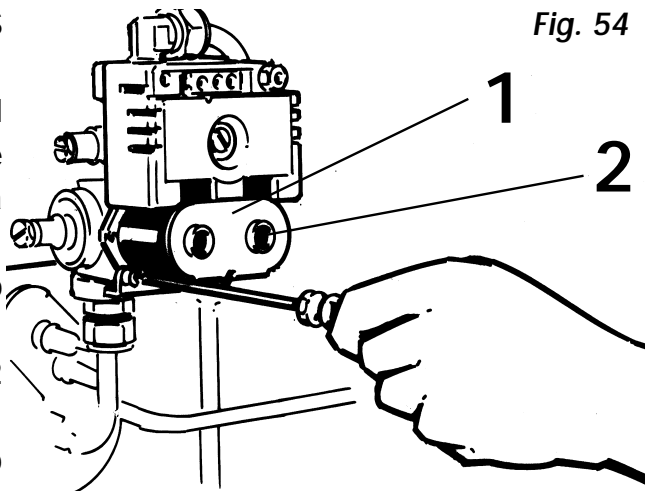

Fig. 54
- Rimuovere la staffa 1 di fissaggio svitando le viti 2 (Fig. 54).